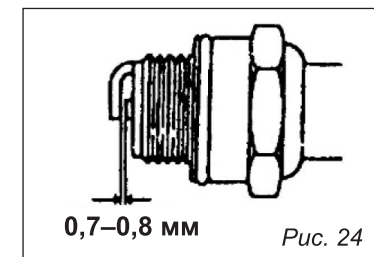

Рис. 24
4. Проверьте расстояние между электродами калибром толщины и установите зазор 0,76 мм при необходимости (рис. 24).